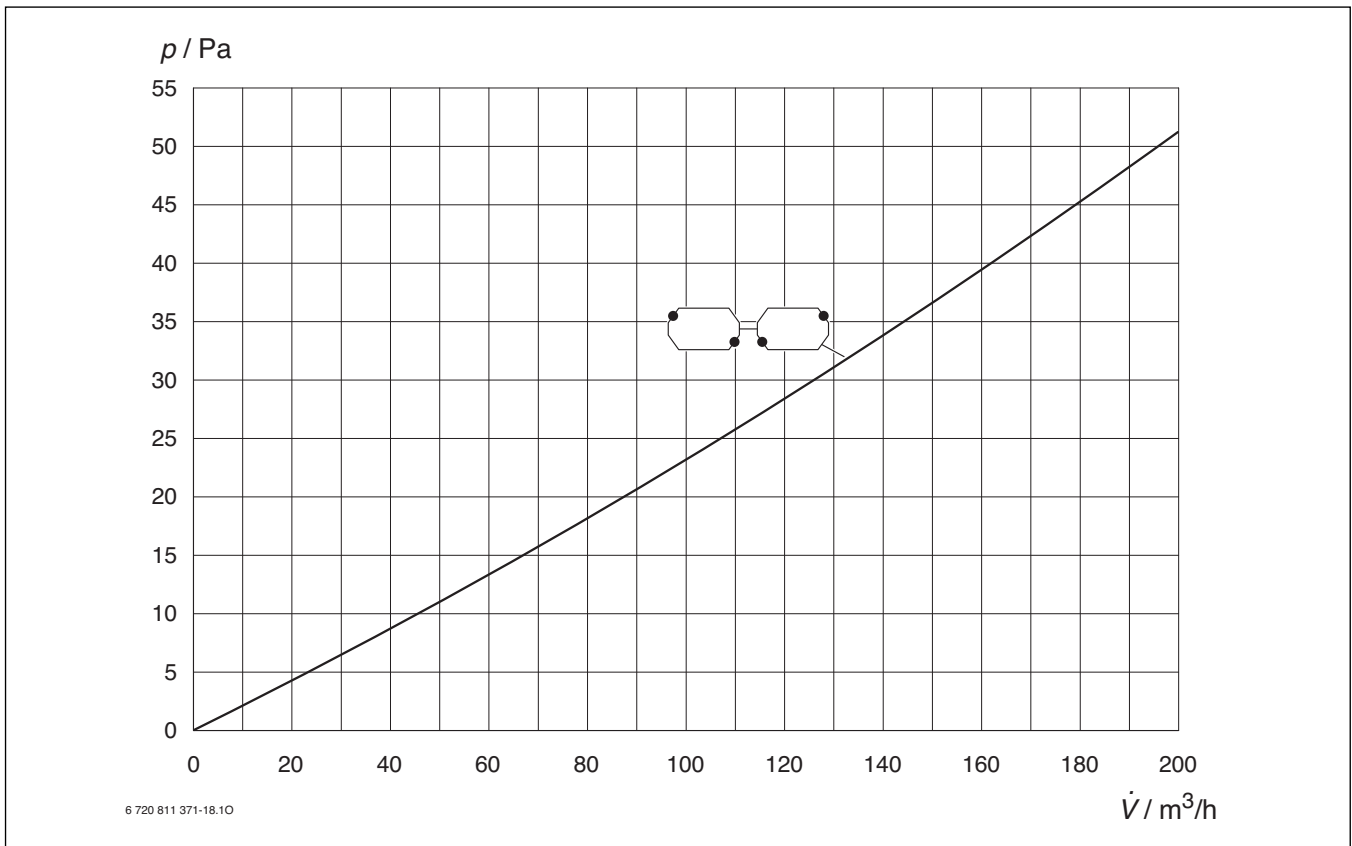
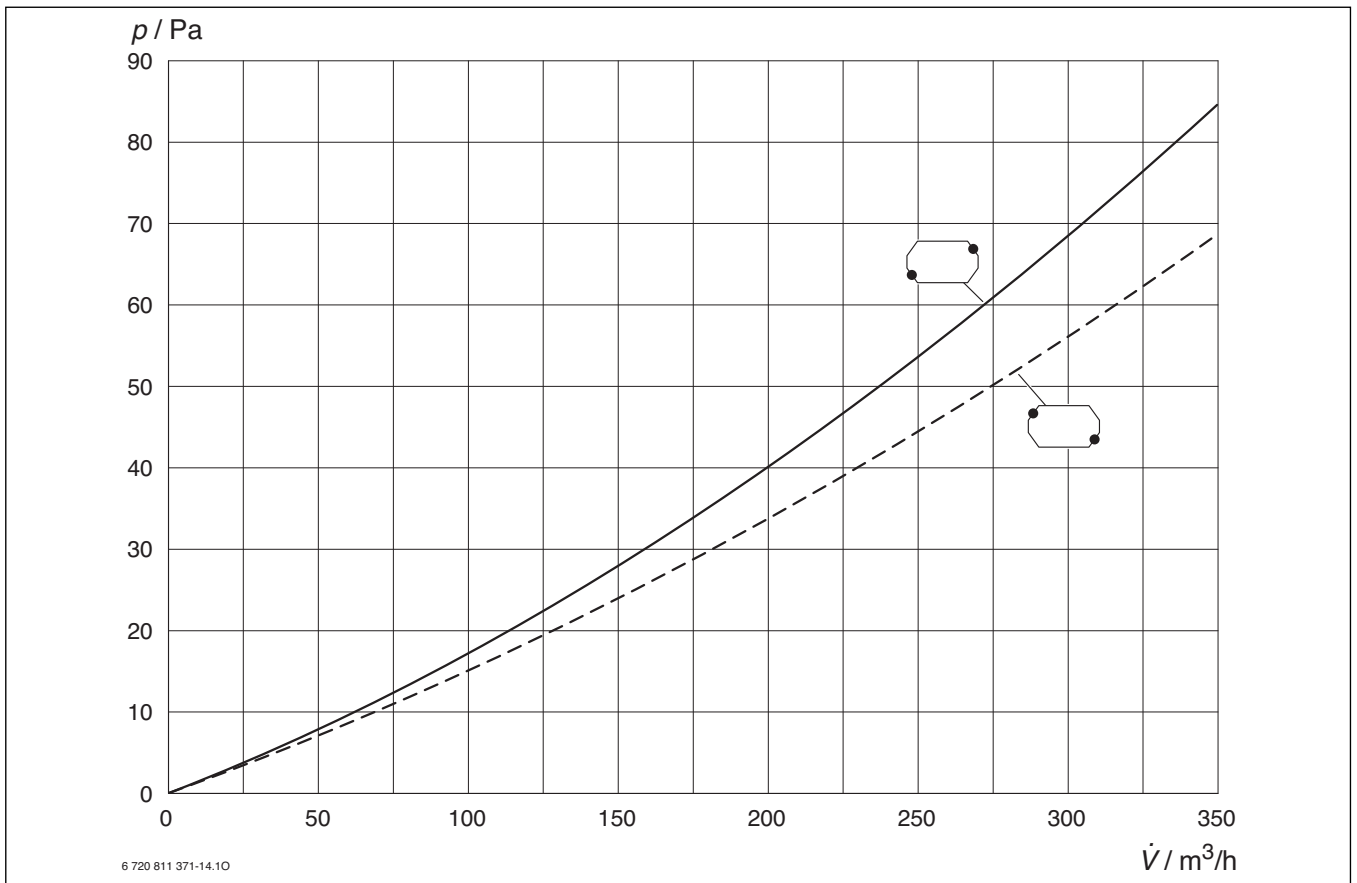
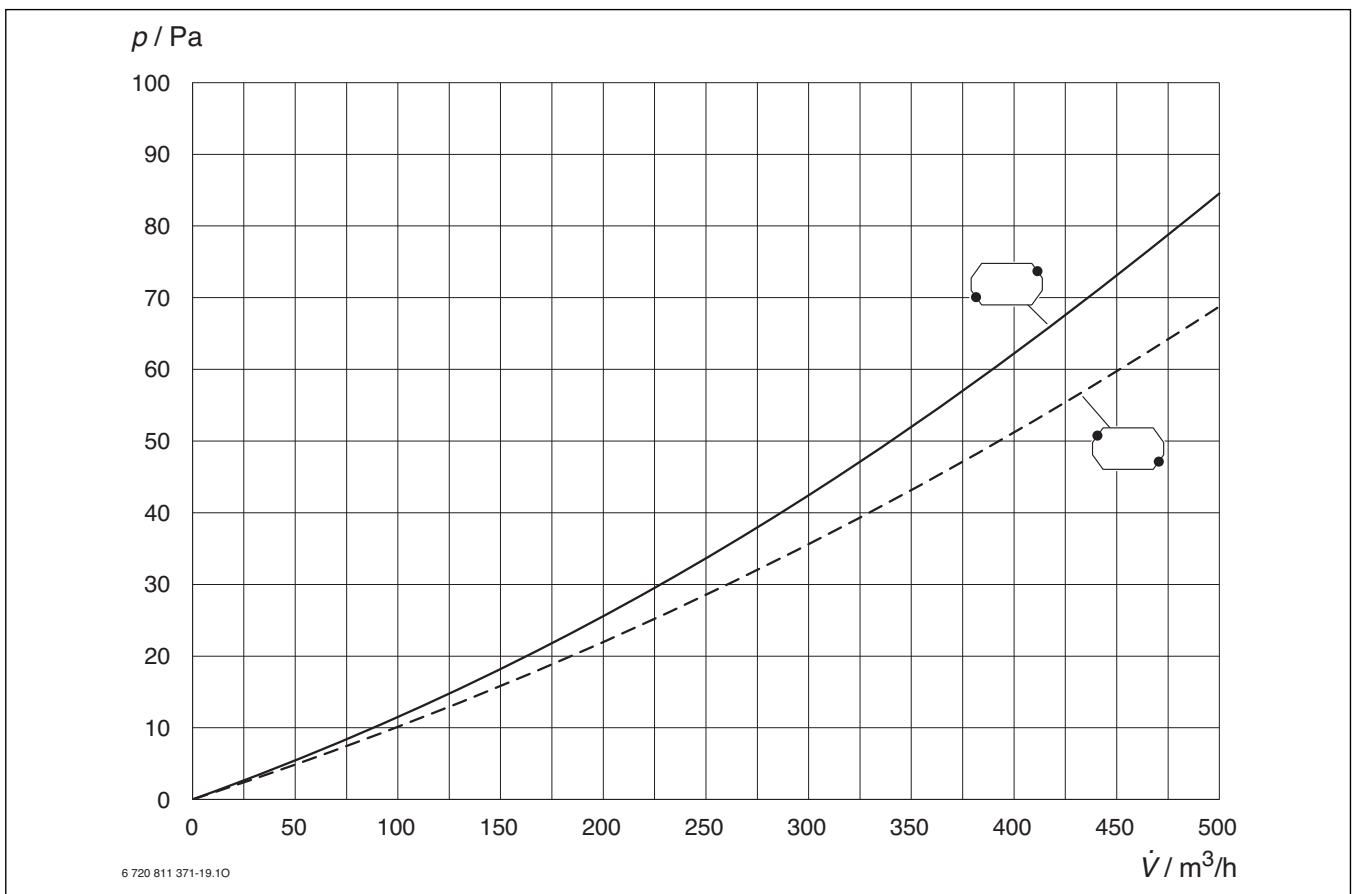

Bild 50 Volumenstrom und Differenzdruck HRV2-140 (S)
Bild 51 Volumenstrom und Differenzdruck HRV2-230 (S)
Bild 52 Volumenstrom und Differenzdruck HRV2-350 (S)
Der Luftvolumenstrom der Anlage bei Nennlüftung (Stufe 3) wird über eine Differenzdruckmessung am Wärmetauscher eingestellt. Für den Wärmetauscher sind die Volumenströme abhängig vom Differenzdruck bekannt (→ Bild 50, Bild 51 bzw. Bild 52 ab Seite 32). Damit lässt sich über den Differenzdruck der Volumenstrom im Wärmetauscher und somit für die gesamte Lüftungsanlage einstellen.
- ▶ Mit dem Nenn-Volumenstrom der Anlage den über den Wärmetauscher anfallenden Druckverlust für das linke und das rechte Gebläse aus Bild 50, Bild 51 bzw. Bild 52 (Seite 32 ff.) oder dem Aufkleber auf der Abdeckung des Wärmetauschers ablesen.